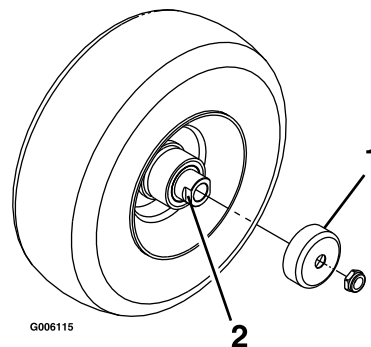

Figura 39
4. Retire los protectores de los retenes del cubo de la rueda (Figura 39).